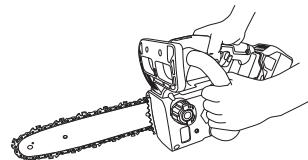

图 3
- 紧紧抓住，用拇指和其他手指紧紧握住电链锯手柄，双手放在锯上，身体和手臂的位置要让人能够抵抗反冲力。(图3) 如果采取了妥善的预防措施，操作员是可以控制反冲力的。请勿松开电链锯。